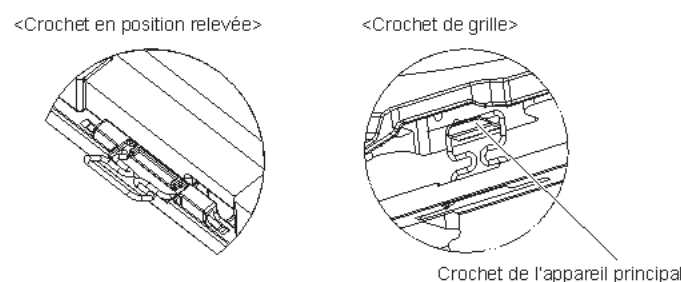

Fig. 10-5
- Alignez les trous de vis dans les coins de la grille avec les orifices de montage dans les coins de l'appareil principal, attachez les deux crochets de la grille sur les saillies du bac de récupération de l'appareil principal, et suspendez temporairement la grille. (Fig. 10-5)
- Lorsque vous serrez la vis avec la rondelle captive (C), serrez-la à un couple de 4,8 N·m ou moins. N'utilisez jamais de tournevis à frapper. Cela pourrait endommager les pièces.
- Après avoir serré la vis, vérifiez que les deux crochets de la grille (Fig. 10-5) sont en prise avec les crochets de l'appareil principal.